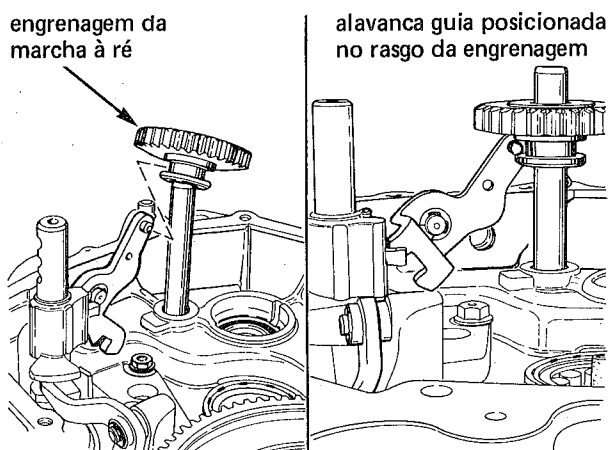

fig. 95
8. Instalar a engrenagem intermediária da marcha à ré no eixo, e ligar a alavanca guia no rasgo da engrenagem (fig. 95)